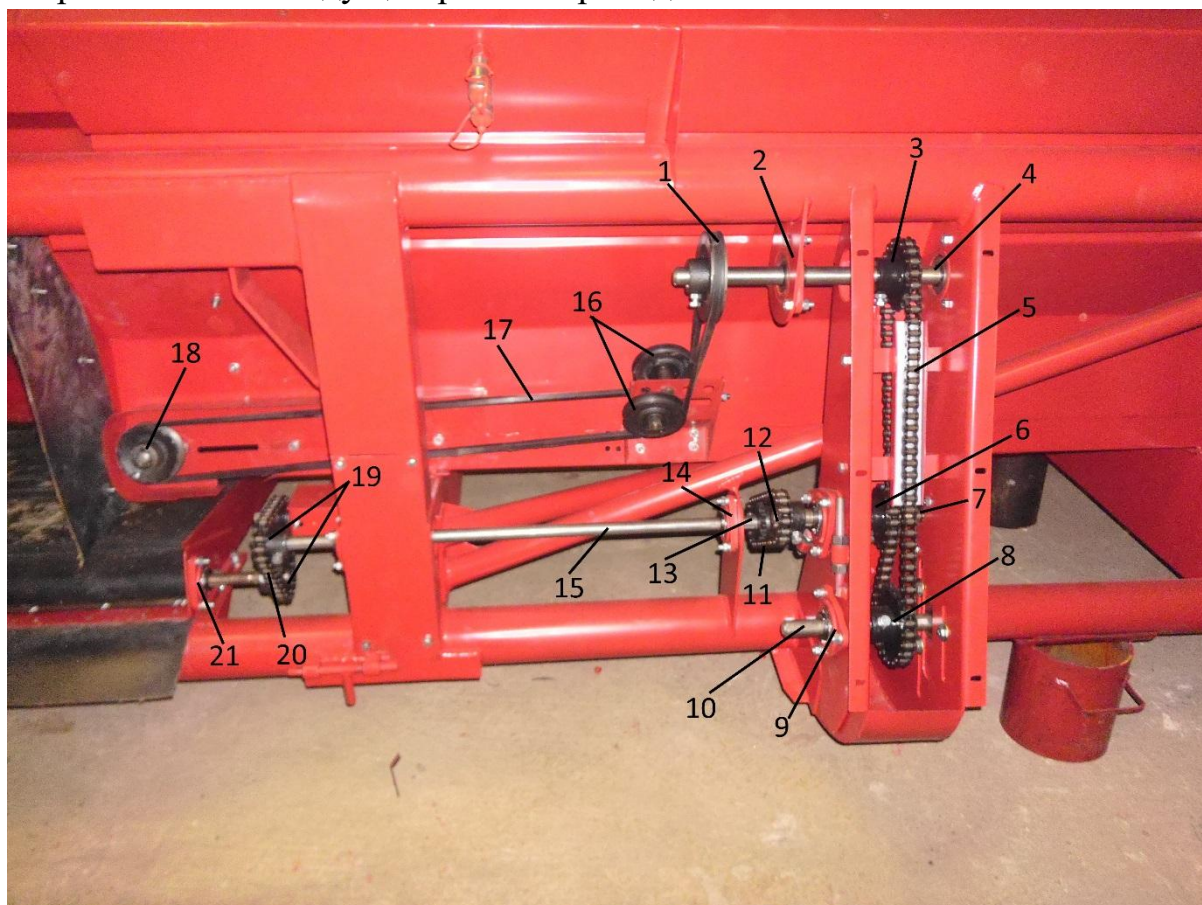

Рис.14 Привод правого транспортёра и центрального стола.
- С ведущей звездочки рис.14 Поз.8, через цепную передачу вращение передается на ведомую звездочку поз.3 и шкив поз.1 закрепленных на одном валу поз.4.